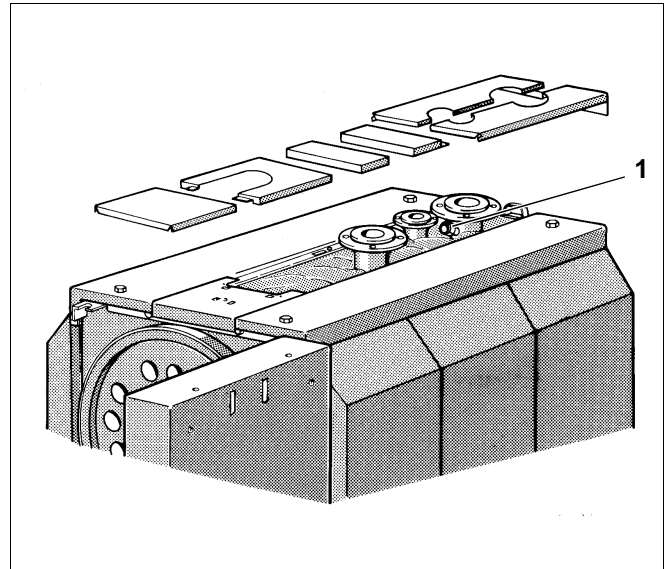

Abb. 25 Messstelle
- Fühlerleitung mit Fühler für Temperaturregler FTR, Thermometer FT, Sicherheitstemperaturbegrenzer FSTB und Kesselwassertemperatur FK zur Tauchhülse (Abb. 25, **Pos. 1**) führen.